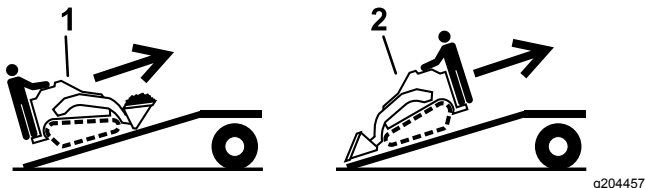

Figure 20
5. Placez toujours l'extrémité la plus lourde de la machine en haut de la rampe, la charge en bas, lorsque vous chargez la machine sur la remorque (Figure 20).
1. Abaissez la rampe (Figure 20).